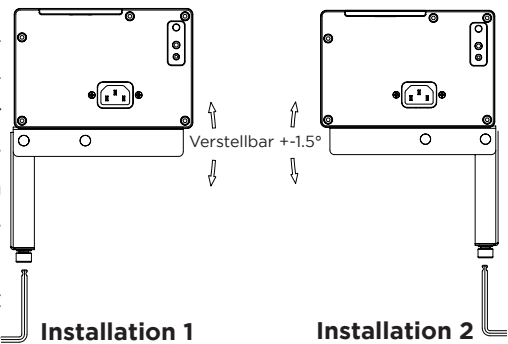

Abb. 2
**Achtung:** Bitte beachten Sie die **2 möglichen Installationsweisen (Abb.2)**!
Für **Installationsweise 1 und 2** setzen Sie nun mit 2 Personen die Leinwand vorsichtig so auf die Auflageflächen der Montagewinkel, als dass die Stromversorgung zur linken Seite zeigt. Lassen Sie die Leinwand dabei langsam herab und prüfen dabei die Stabilität der Montagewinkel an Ihrer Wand. Richten Sie vorab die Arretierschrauben parallel zur Wand/ Möbel aus, sodass diese in die im Leinwandboden befindlichen Nuten passen. Ziehen Sie die Nylonmuttern auf dem Gewinde der Arretierschrauben unterhalb der Montagewinkel handfest an. Dabei wird die Arretierschraube um ca. 90 Grad gedreht und im Leinwandgehäuse fixiert, um die Leinwand auf den Winkeln gegen ein Herabstürzen zu sichern. (Abb. 2)
Nachdem die Leinwand nun am finalen Platz auf den Winkeln installiert ist, schließen Sie die Stromversorgung an der Leinwand an und fahren das Tuch komplett aus. Prüfen Sie nun den Winkel zwischen dem Tuch und Ihrer Wand und nutzen den Inbusschlüssel, um die Einstellschrauben an den beiden L-Winkeln zu verstellen, bis das Tuch optimal gerade und parallel zur Projektion ausgerichtet ist. Dabei können Sie bis zu  $\pm 1,5^\circ$  die Winkel anpassen (Abb. 2).